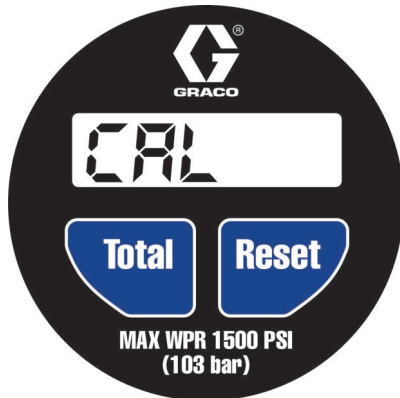

BILD 7
1. Tryck på knapparna **TOTAL** och **RESET** (BILD 7) samtidigt.
3. CAL visas på displayen enligt exemplet i BILD 7. CAL indikerar att mätaren är redo för kalibreringsläget.